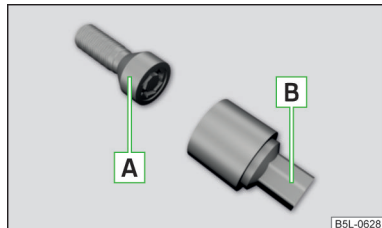

Fig. 150
Șuruburile de roată antifurt protejează roțile față de un furt. Acestea pot fi **slăbite/strânse** exclusiv cu adaptorul **[B]** » fig. 150.
- Introduceți adaptorul **[B]** » fig. 150 până la limită pe șurubul de roată antifurt **[A]**.
- Introduceți cheia de roți pe șurub până la capăt. Pentru șuruburile de roată antifurt folosiți adaptorul corespunzător » fig. 150 la pagina 140.